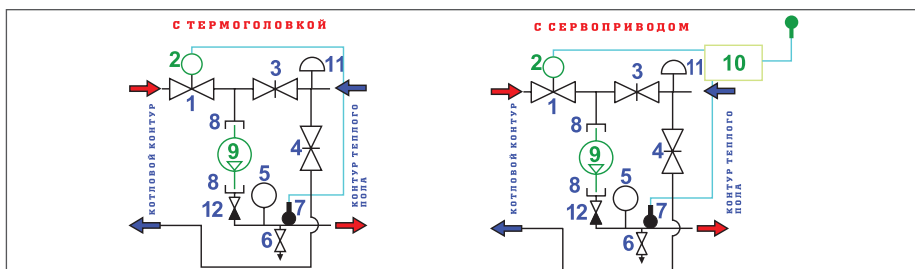

Рис. 28. Тепломеханические схемы узлов TECHNOMIX и VALMIX
- ◆ Узел VALMIX поставляется без насоса и привода термостатического клапана (рис. 28).